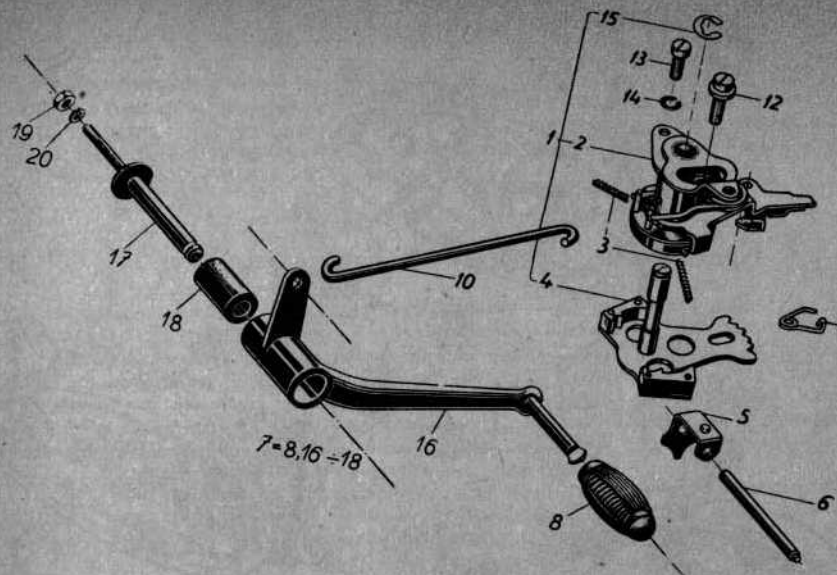
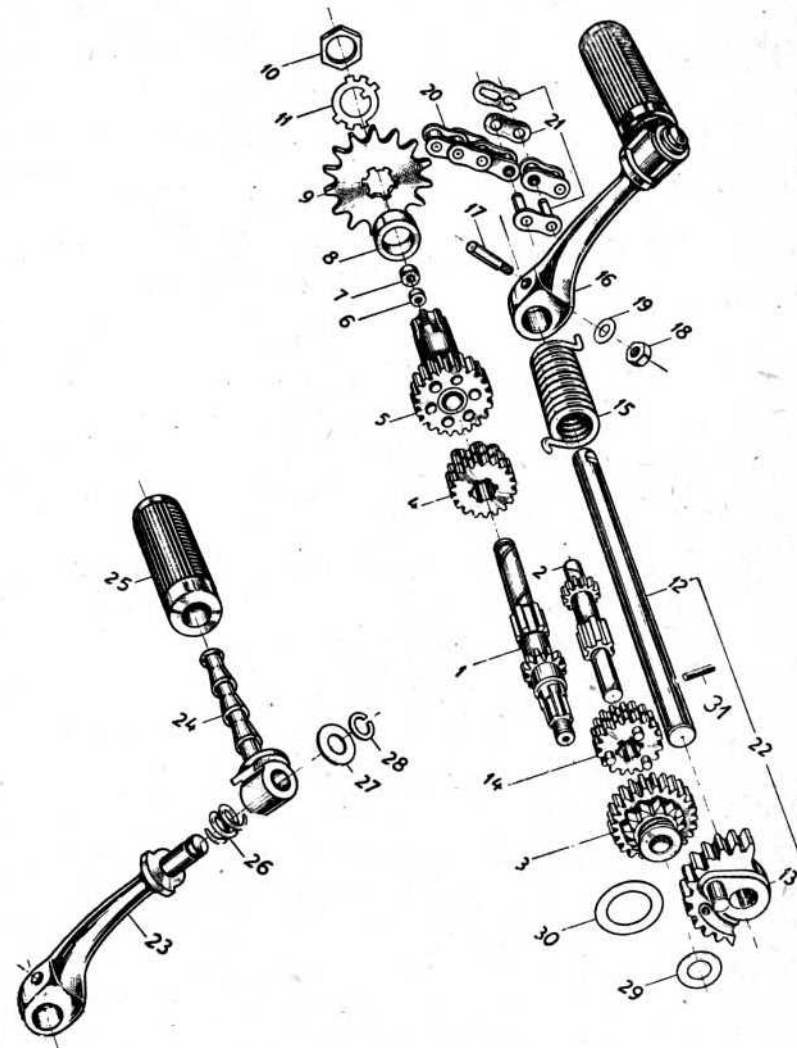

Рис. 37
Рис. 38
39. ДЕМОНТАЖ КОРОБКИ ПЕРЕДАЧ (РИС. 37, 38)
Вынуть проводку (6, рис. 37) вилки (5). Вынуть главный вал (1, рис. 38), шестерню 18 з. (4), вилку, промежуточный вал (2) вместе с конусной шестерней (3) и шестерней 29 з. (14). Возвратную пружину (15) пускового вала (12) вынуть из зажима в правой половине картера двигателя и вал вместе с сегментом (13) вынуть.
Из верхней части правой половины картера двигателя вывернуть болт М6×18 (13, рис. 37) соединения автоматического устройства переключения передач (1) с правой половиной картера двигателя и автоматическое устройство вынуть. Снять шестерню вторичной передачи и колесо с втулкой (5, рис. 38) выбить деревянной киянкой.
47. МОНТАЖ КОРОБКИ ПЕРЕДАЧ (РИС. 37, 38)
мощи девяти болтов (17, 18, 19) половины картера соединить. После того вернуть упорный винт (12, рис. 37) автоматического устройства.